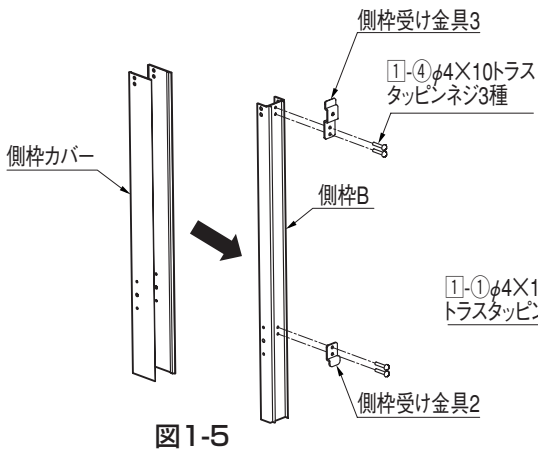

図1-5
- ① 側枠Bに側枠カバーをかぶせてください。(図1-5参照)
- ② 側枠Bを胴縁と補助胴縁に1-②で固定してください。